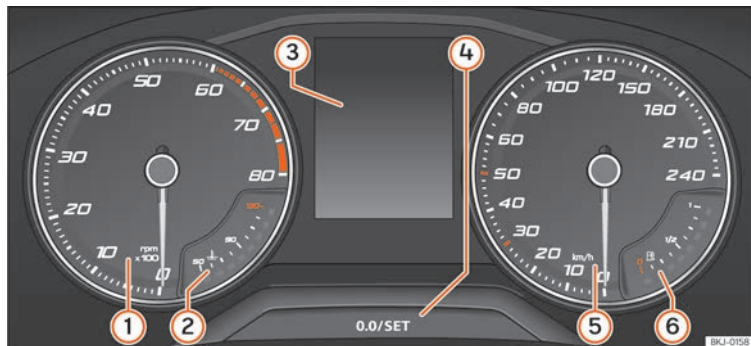

Abb. 68 Display des Kombi-Instruments in der Instrumententafel.
»» **Abb. 68:**
- Drücken Sie kurz die Taste **0.0/SET** **4** **» Abb. 68 4**, um den Tageskilometerzähler auf 0 zurück zu setzen.